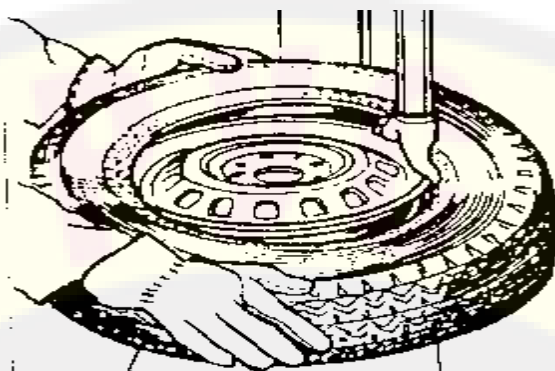

Рис.7
5) Установите шину так, чтобы её закраина прошла ниже носика головки и выше края ее задней части (рис.7). Противоположную сторону закраины вдавите в углубление обода.